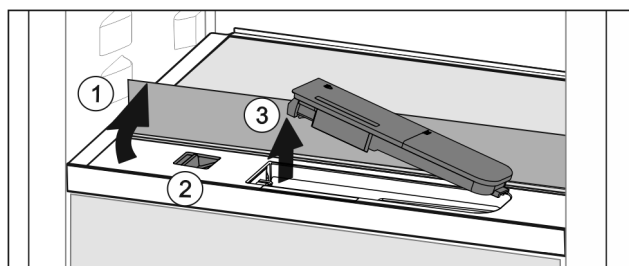

Fig. 104
- ▶ Løft glassplaten og vipp opp til anslag bakover Fig. 104 (1).
- ▶ Skyv skyveren Fig. 104 (2) til venstre.
- ▶ Ta ut vanntanken Fig. 104 (3).